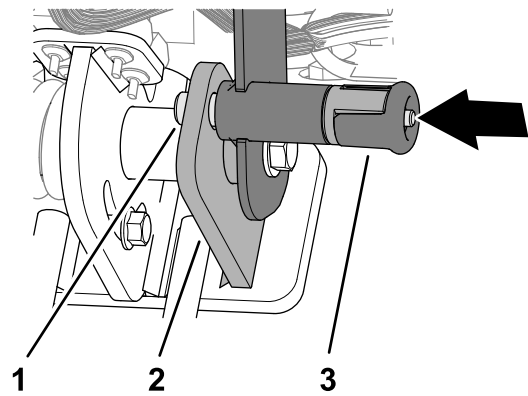

Figura 66
2. Assicuratevi che il perno di fissaggio della maniglia passi attraverso il foro fino all'interno della piastra di arresto (Figura 66).